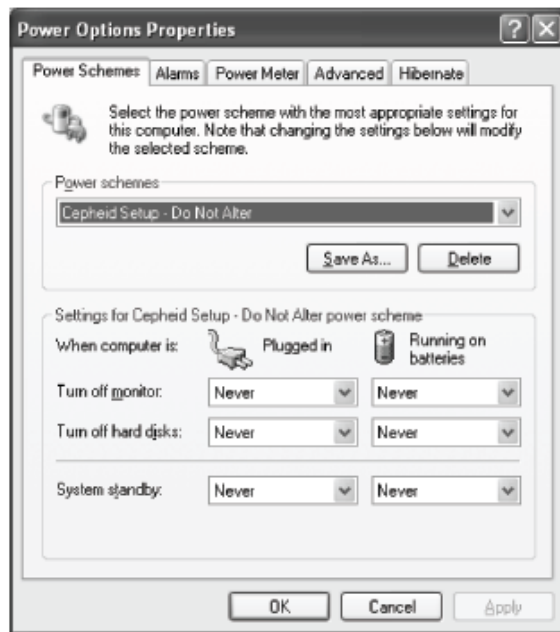

图2-3 台式电脑电源选项属性对话框
2. 选择性能和维护选项，然后双击**电源选项**，将会出现电源选项属性（Power Options Properties）对话框（图2-3）。